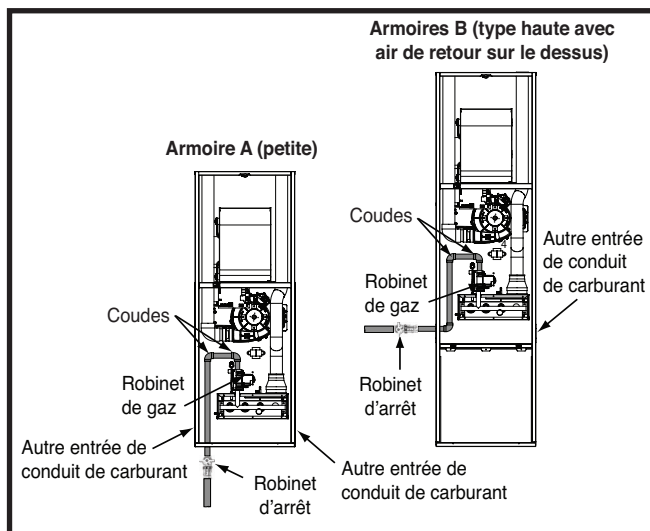

Figure 19. Raccordements de gaz typiques
- Certaines réglementations locales exigent l'installation d'une valve d'arrêt principal manuel et d'un raccord-union de mise à la terre à l'extérieur de la fournaise, comme indiqué à la **Figure 19**. La valve d'arrêt doit être facilement accessible pour l'entretien ou l'utilisation d'urgence. Communiquez avec le service public local ou le fournisseur de gaz pour connaître les exigences supplémentaires relatives à l'emplacement du robinet d'arrêt de gaz principal manuel.
La fournaise est installée avec une entrée de gaz à la base. Au moment de raccorder l'alimentation en gaz, prévoyez un dégagement entre la conduite d'alimentation de gaz et le trou d'entrée dans le boîtier de la fournaise pour éviter les bruits non désirés ou les dommages à la fournaise. Les raccordements de gaz typiques sont montrés dans la Figure 19.